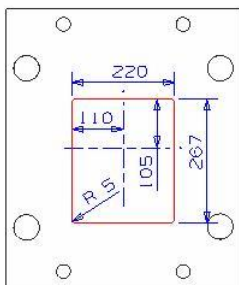

图7-59
8. 在【成形特征】工具条中单击【草图】按钮, 弹出【基准平面】悬浮工具条, 以默认平面作为草绘平面绘制草图轮廓, 如图 7-59 所示。